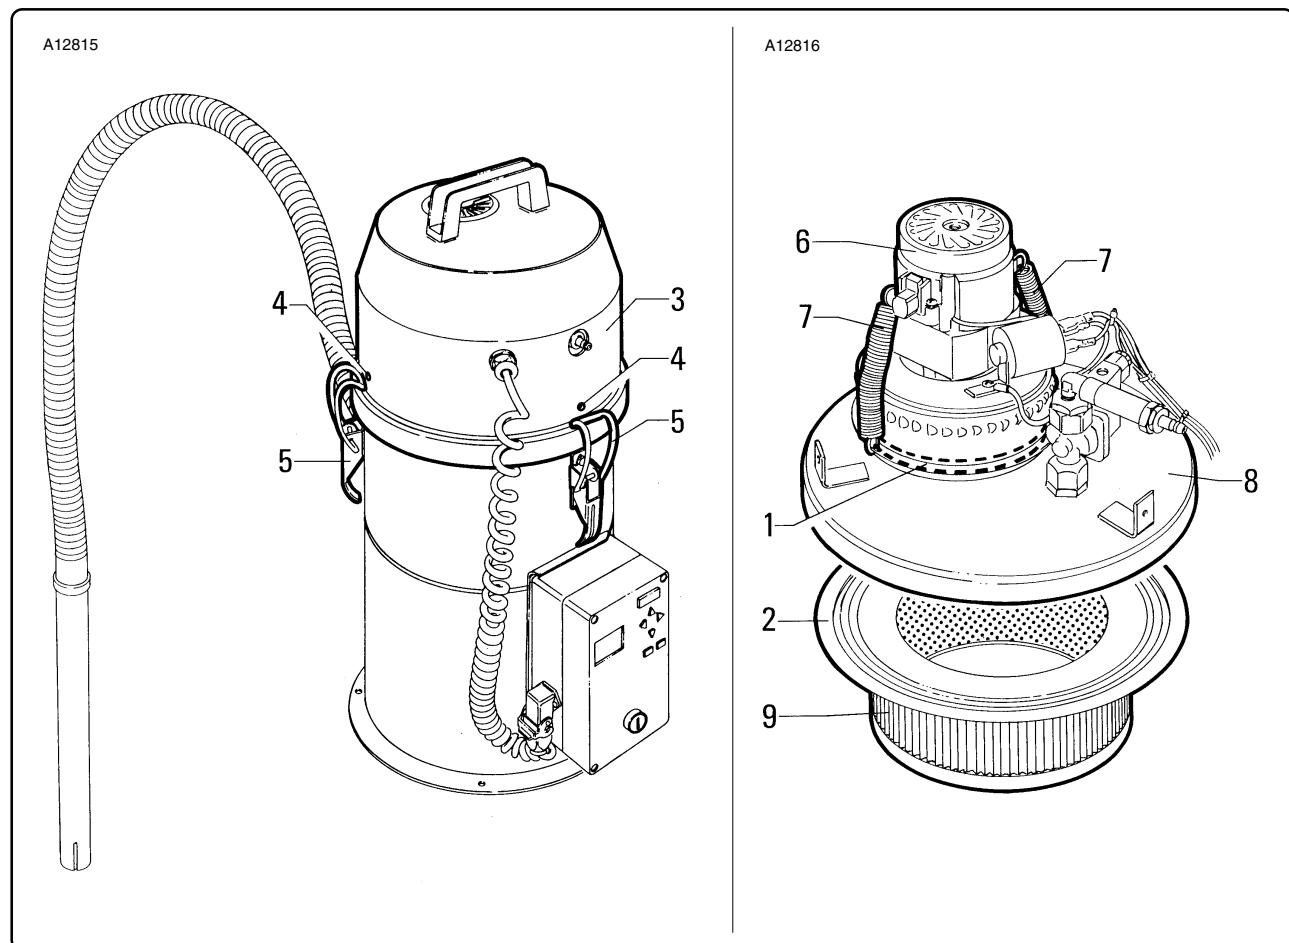

Fig. 7.5.1
### 7.5.1 - Verifica dello stato di usura delle guarnizioni di tenuta (fig. 7.5.1)
### 7.5.1 - Check the condition of the seals (fig. 7.5.1)
### 7.5.1 - Vérification de l'état d'usure des joints d'étanchéité (fig. 7.5.1)
### 7.5.1 - Control del estado de desgaste de las juntas estancas (fig. 7.5.1)
- Allentare i ganci "4" (fig. 7.5.1).
- Togliere il coperchio "3" (fig. 7.5.1).
- Sollevare il coperchio "8" (fig. 7.5.1).
- Verificare lo stato del filtro "9" (fig. 7.5.1).
- Slacken off the hooks "4" (fig. 7.5.1).
- Remove cover "3" (fig. 7.5.1).
- Lift up cover "8" (fig. 7.5.1).
- Check condition of filter "9" (fig. 7.5.1).
- Desserrer les crochets "4" (fig. 7.5.1).
- Enlever le couvercle "3" (fig. 7.5.1).
- Soulever le couvercle "8" (fig. 7.5.1).
- Vérifier l'état du filtre "9" (fig. 7.5.1).
- Soltar los ganchos "4" (fig. 7.5.1).
- Quitar la tapa "3" (fig. 7.5.1).
- Alzar la tapa "8" (fig. 7.5.1).
- Controlar el estado del filtro "9" (fig. 7.5.1).